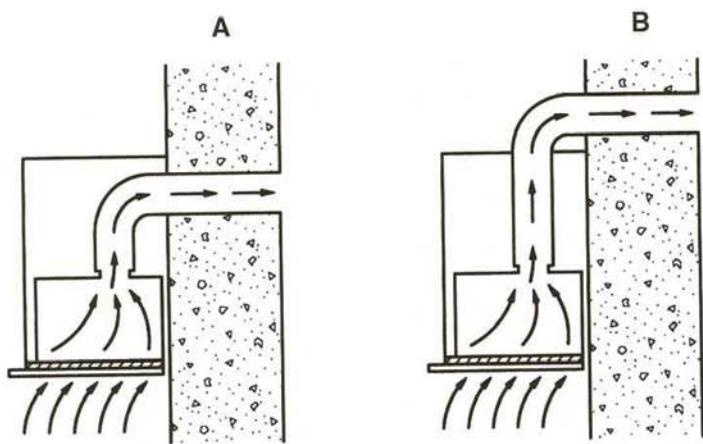

Fig. 1
El aire extraído por la campana puede ser evacuado directamente hacia el exterior o reciclado en la cocina. Fig.1.
- 6º Empalmar el tubo de descarga A o B (Fig. 1) al acoplamiento (Evacuación exterior).
The air removed from the cooker hood can be exhausted directly to outdoors or recycled to the kitchen. Fig.1.